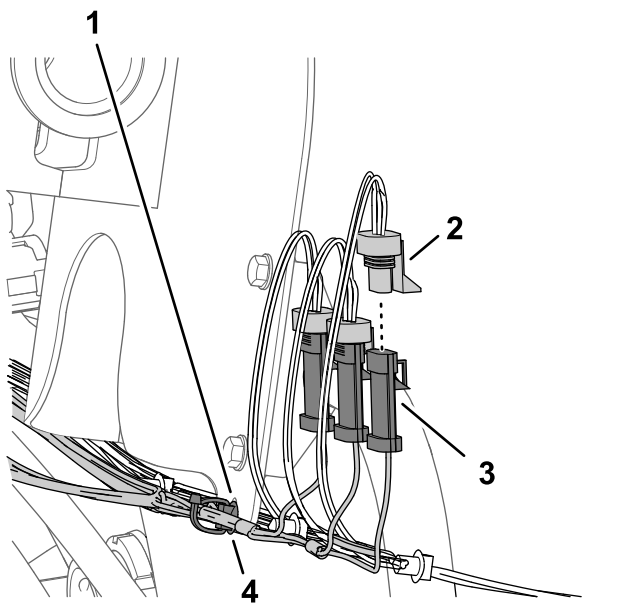

Figura 86
1. Ligue o conector de três pinos da secção de cablagem de 89 cm rotulado PULVERIZADOR ESQUERDO (left spray) ao conector de três tomadas da cablagem da máquina rotulado VÁLVULA DO PULVERIZADOR ESQUERDO (left spray valve) (Figura 86).
2. Ligue o conector de três pinos da cablagem rotulado PULVERIZADOR CENTRAL (center spray) ao conector de três tomadas da cablagem da máquina rotulado VÁLVULA DO PULVERIZADOR CENTRAL (center spray valve) (Figura 86).
3. Ligue o conector de três pinos da cablagem do kit rotulado PULVERIZADOR DIREITO (right spray) ao conector de três tomadas da cablagem da máquina rotulado VÁLVULA DO PULVERIZADOR DIREITO (right spray valve) (Figura 86)..
4. Insira o fixador de pressão da cablagem do kit no furo na flange do suporte do fluxímetro (Figura 86).